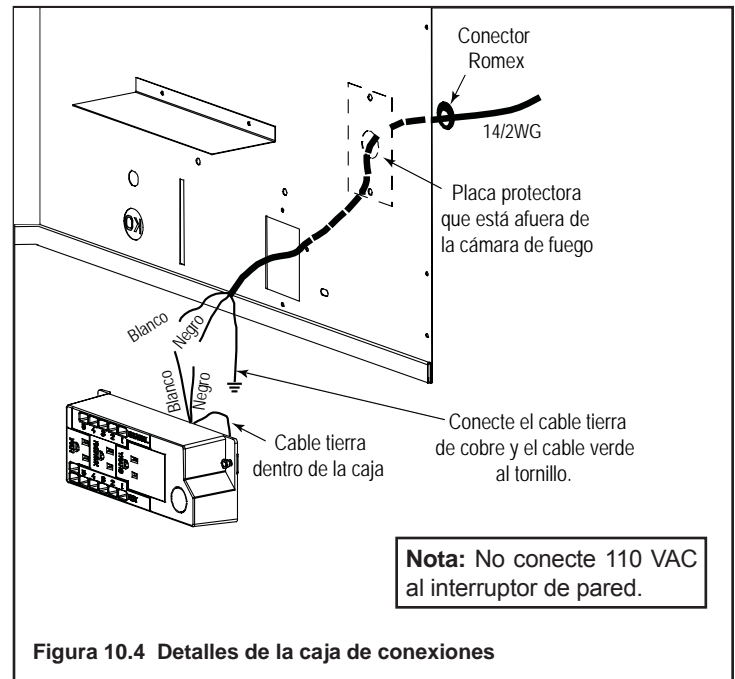

Figura 10.4 Detalles de la caja de conexiones
- Retire la placa protectora que está en el envoltorio exterior en el lado derecho (vea la figura 10.4).